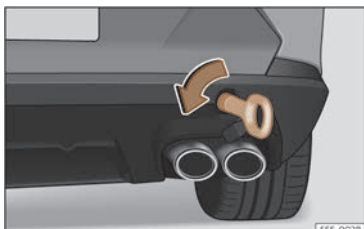

Fig. 47 Du côté droit du pare-chocs arrière : œillet de remorquage vissé.
- Vissez l'œillet de remorquage dans le logement en le faisant tourner au maximum **dans le sens inverse des aiguilles d'une montre** » **fig. 47** » **!**. Utilisez un objet approprié pour visser fermement et entièrement l'œillet de remorquage dans son logement.